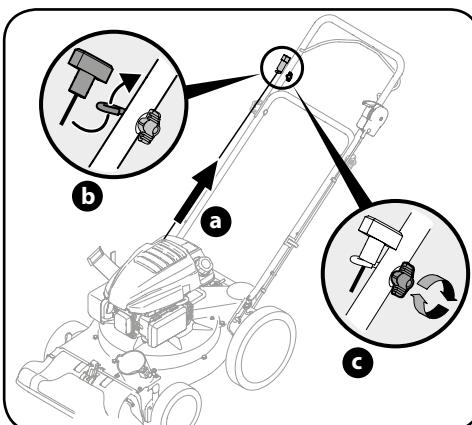

Рисунок 3-3
- б. Введите трос стартера в направляющую троса. См. рисунок 3-3.